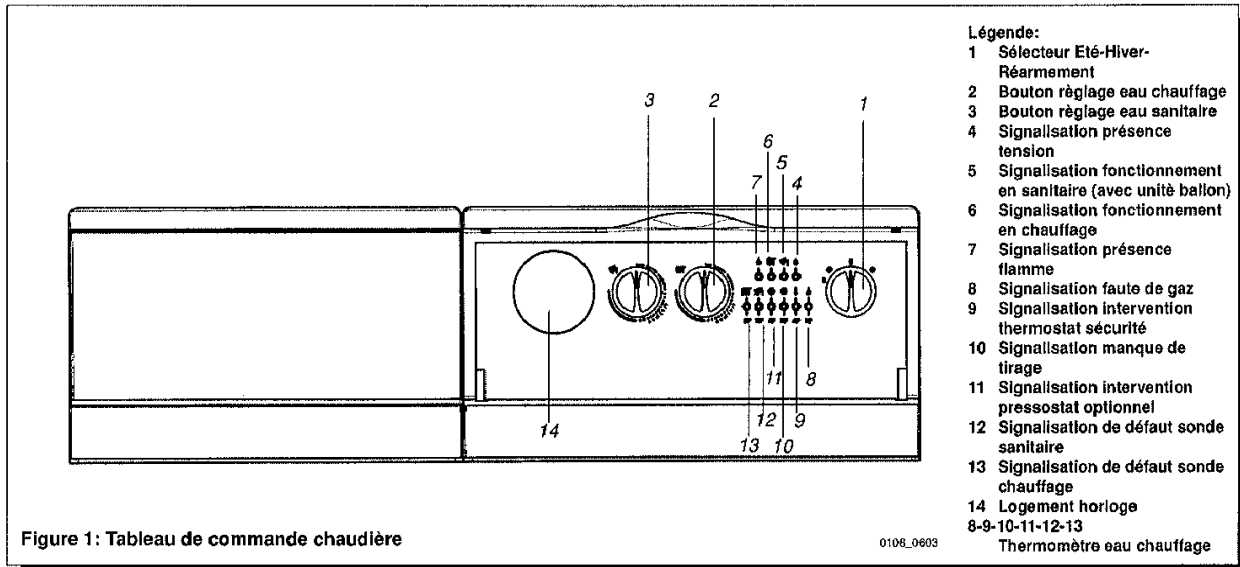

Figure 1: Tableau de commande chaudière
- Tourner le bouton du sélecteur (Réf.1 Figure 1) mettant la chaudière en position Eté ou Hiver selon le fonctionnement désiré. Contrôler que le signal présence tension (Réf. 4 Figure 1) soit allumé et que le signal faute de gaz soit éteint (Réf. 8 Figure 1). Si celui-ci est allumé, tourner le bouton du sélecteur (1) momentanément sur le symbole **R** de façon à en provoquer l'extinction.
- Positionner l'index du bouton de réglage eau de chauffage (Réf. 2 Figure 1) afin que la chaudière fonctionne au régime thermique voulu.
- Positionner l'index du bouton de réglage (Réf. 3 Figure 1) selon la valeur souhaitée pour l'eau chaude sanitaire.
Il est possible d'exclure la fonction " sanitaire " en plaçant le bouton (Réf. 3 Figure 1) à la valeur minimale qui correspond à la fonction antigel du ballon.
Important : avec le sélecteur (Réf.1 Figure 1) en position ❄️ Hiver, il faut quelques minutes d'attente à chaque intervention du dispositif de réglage du chauffage (Réf. 2 Figure 1). Pour obtenir immédiatement un nouvel allumage du brûleur mettre le sélecteur en position (0) et remettre en position Hiver.
- Mettre le sélecteur été/hiver (Réf. 1 Figure 1) en position "Eté".
- Mettre l'index du bouton de réglage (Réf. 3 Figure 1) à la valeur souhaitée pour l'eau chaude sanitaire.
Attention: pendant le premier allumage, avant l'évacuation de l'air contenu dans le tuyau à gaz, il est possible que le brûleur ne s'allume pas et que la chaudière se bloque (signal rouge allumé clignotante Réf. 8 Figure1).
Lorsque la sonde externe est enclenchée, le dispositif de réglage de la température de chauffage (Réf. 2 figure 1) est inhibé.